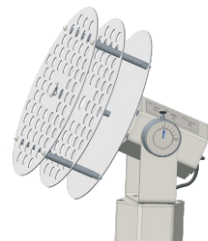

Abbildung 4
1. Führen Sie die Stiftschraube an der Rotationsachse durch das Loch in der Mitte der Trommel und achten Sie dabei darauf, dass die Trommel wie in Abbildung 4 fest auf dem Fixierstück der Drehplatte aufliegt.